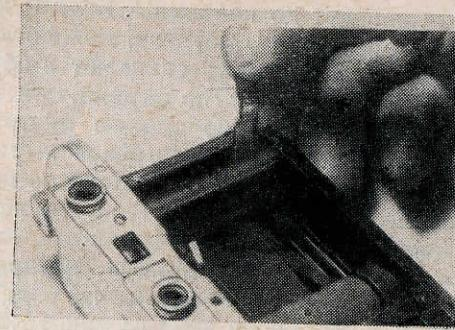

Рис. 81. Приkleивание ленточки затвора
**Отклеилась или оторвалась ленточка в затворе.** Необходимо разобрать камеру до полного освобождения рамы механизма. Затем кончиком отвертки извлечь из под валика застрявшую ленточку. Придерживая ленточку, как указано на рис. 81, заводят затвор, следя за тем,